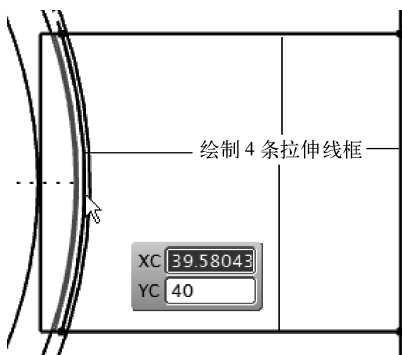

图 8-47 绘制拉伸线框
(7) 在草图平面绘制如图 8-47 所示的 4 条拉伸线框。